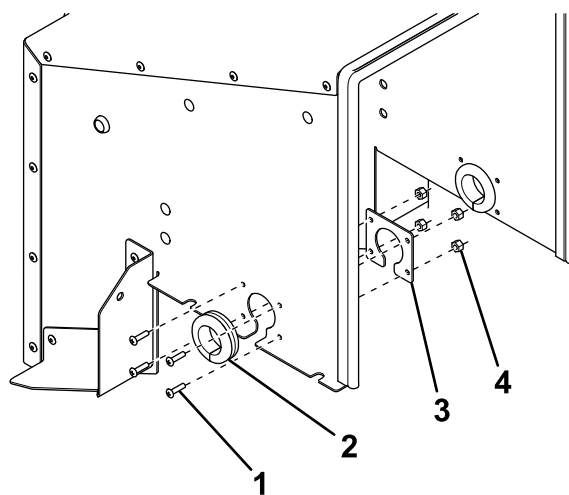

**Figura 13**
1. Retire la tapa del anillo de goma, situada en el lado derecho de la cubierta trasera (Figura 13).